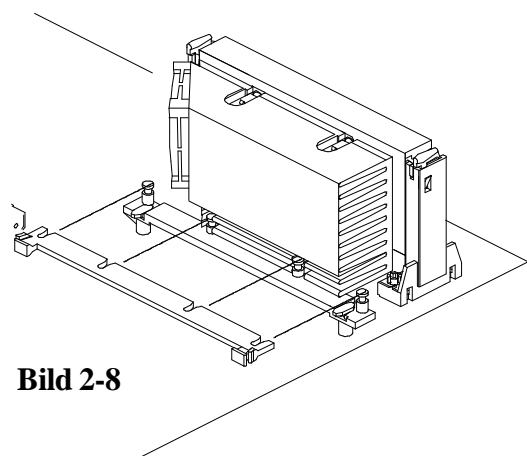

Bild 2-8
4. Drücken Sie die Pentium II CPU fest in den Ständer des Halterungs-Mechanismus hinein (siehe auch Kapitel "Installation des Pentium II Prozessors"). Schieben Sie dann das Oberteil des Kühlkörperhalters, wie in Bild 2-8 gezeigt, auf das Basisteil bis es einrastet. Dabei wird es durch einen Spalt des Kühlkörper geführt, so daß dieser fixiert wird.